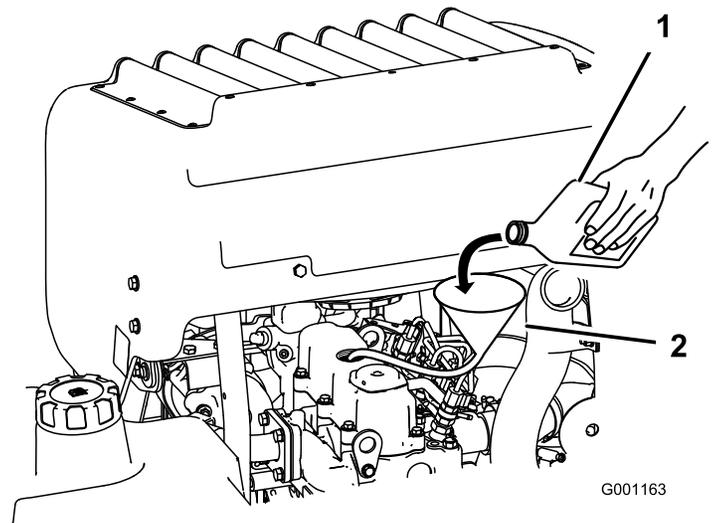

Figura 47
3. Per versare l'olio nel motore, utilizzate un flessibile ed un imbuto adatto (Figura 47).